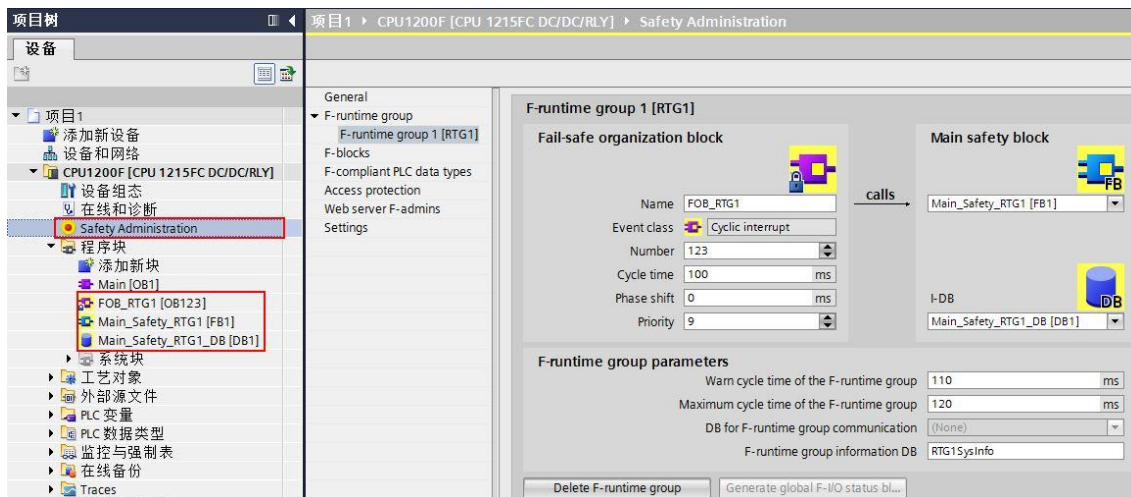

图 2-11 安全运行组
1) 在项目树中打开 S7-1200F，安全运行组在添加安全 CPU 硬件时系统已经自动生成，默认在 OB123 中调用安全主程序“ Main_Safety_RTG1” FB1，如图 2-11。